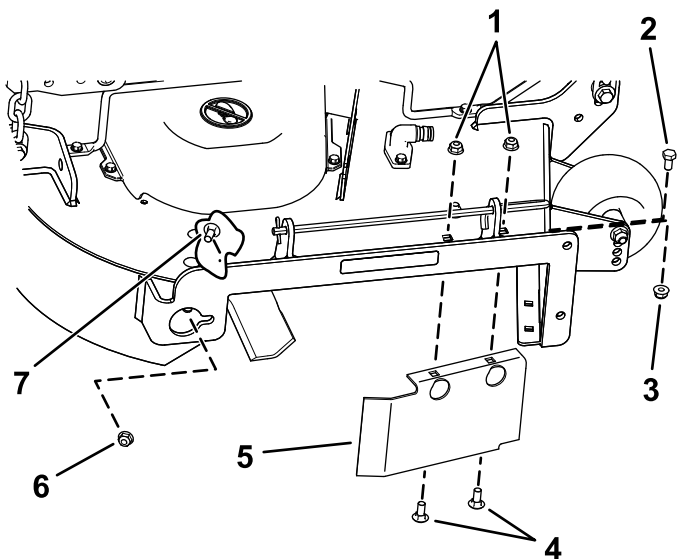

Figura 36
- Rimuovete il bullone a testa tonda (5/16" x 3/4") e il dado di bloccaggio (5/16") che fissano il deflettore al lato posteriore del piatto di taglio (Figura 36).
- Localizzate la protezione del deflettore davanti all'apertura di scarico laterale (Figura 36).
- Rimuovete gli elementi di fissaggio che assicurano la protezione del deflettore e il deflettore destro al piatto di taglio (Figura 36).